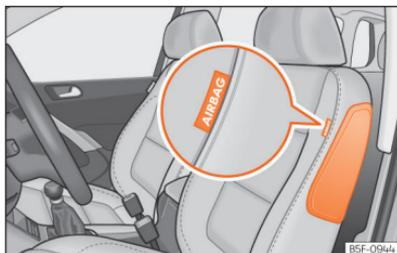
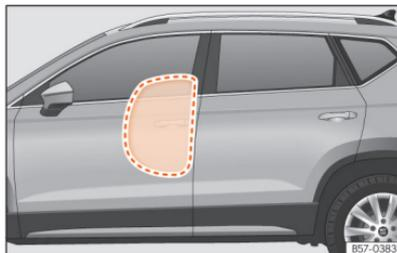

Fig. 28 Airbag lateral no banco do condutor.
Fig. 29 Airbag lateral ativado totalmente no lado esquerdo do veículo.
Os airbags laterais estão localizados nos encostos dos bancos dianteiros »» Fig. 28, »» Fig. 29.
- Assegure-se de que as crianças viajam sentadas corretamente nas suas cadeiras e não colocam a cabeça na zona de insuflação dos airbags laterais »» Fig. 29, uma vez que, se os airbags disparassem, poderiam bater-lhes e causar-lhes lesões graves.